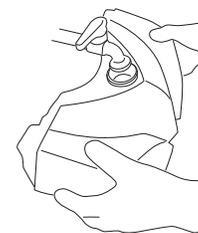

Fig.23
- Llène el depósito (Fig. 23).